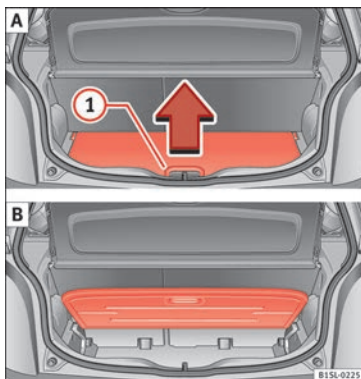

Fig. 71 A: abrir el suelo variable del maletero. B: suelo variable del maletero levantado.
- Para *levantar* el suelo, levante el tirador » **fig. 71 ①** en el sentido de la flecha y tire del suelo hacia arriba del todo » **fig. 71 B**.